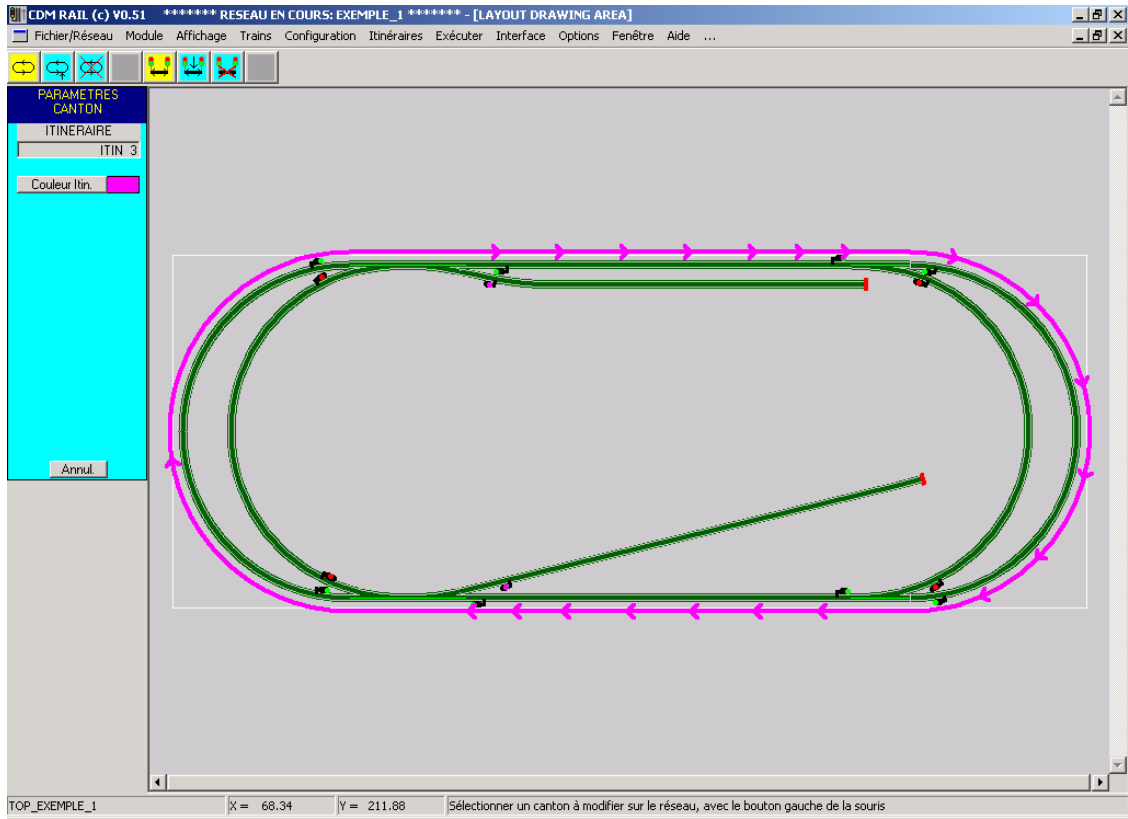

Figure 7-12 Itinéraire ITIN_3.
- ITIN_3 (figure 7-12) emprunte les deux courbes extérieures (et donc, tous les aiguillages sont en position droite).